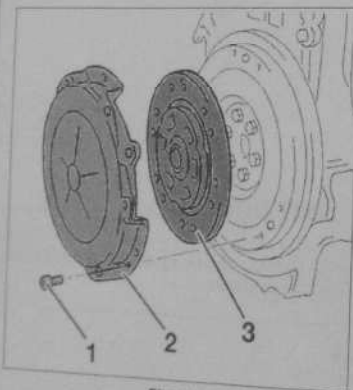

Fig. 1
- les vis de fixation (1) (Fig.1),
- le mécanisme d'embrayage (2),
- le disque d'embrayage (3).